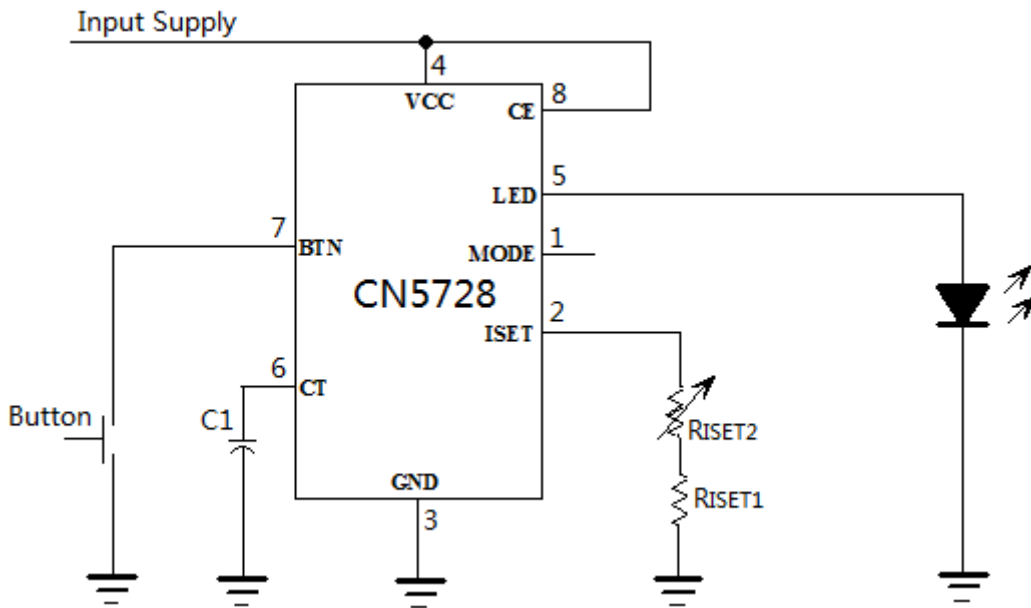

图7 用可变电阻调整发光二极管的亮度
3. 用可变电阻调整发光二极管的亮度，如图7所示
用一个可变电阻可以连续调整发光二极管的亮度，如图7所示。 $R_{ISET1}$ 设置了流经LED管脚的最大电流， $R_{ISET2}$ 为可变电阻，改变 $R_{ISET2}$ 的电阻值就可以连续改变发光二极管的亮度。